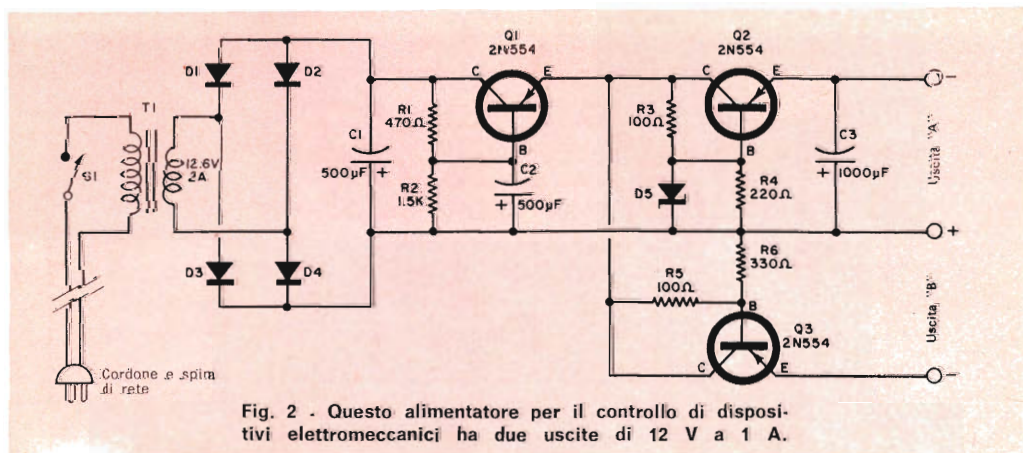

Fig. 2 - Questo alimentatore per il controllo di dispositivi elettromeccanici ha due uscite di 12 V a 1 A.
**Circuiti a transistori** - Nella fig. 2 è riportato lo schema di un alimentatore a doppia uscita, adatto per apparecchiature che impiegano dispositivi elettromeccanici (motori o solenoidi) e per circuiti elettronici. Questo alimentatore può essere usato in unità di controllo, in registratori a nastro o giradischi. Il montaggio può essere effettuato in poche ore e con relativa facilità. L'unità può fornire fino a 12 V a 1 A, usando una sola uscita ed un po' meno se le due uscite vengono usate contemporaneamente.
Generalmente, l'uscita stabilizzata "A" (fig. 2) si usa per alimentare circuiti elettronici, mentre l'uscita "B" si usa per motori ausiliari o dispositivi elettromeccanici, come per esempio il motorino di un giradischi. Se basta un solo alimentatore, come per un radoricevitore od amplificatore audio, lo stadio d'uscita ausiliario isolato (Q3, R5, R6) può essere ommesso.